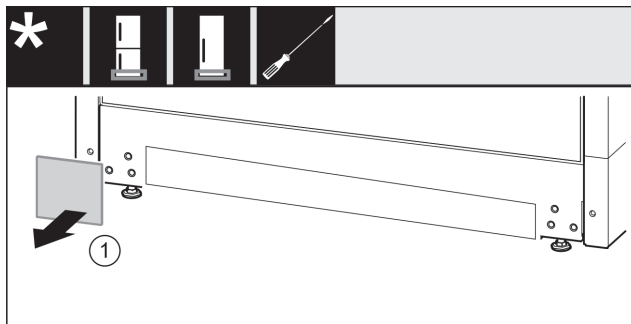

Fig. 14
- ▶ Свалете капака Fig. 14 (1).